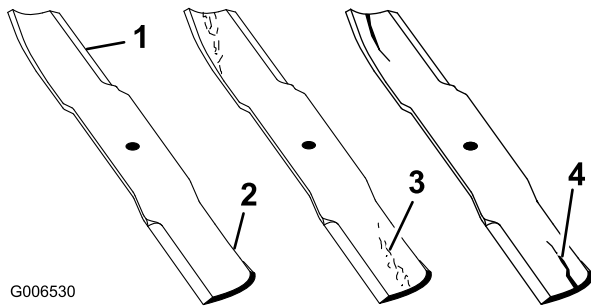

Bild 101
2. Prüfen Sie die Schnittkanten des Messers sorgfältig, insbesondere dort, wo die geraden Flächen die gebogenen berühren (Bild 101). Da Sand und anderes reibendes Material das Metall abschleifen kann, das die flachen und die gebogenen Teile verbindet, müssen Sie das Messer vor jedem Einsatz des Rasenmähers prüfen. Wenn Sie Abnutzungen (Bild 101) feststellen, sollten Sie das Messer auswechseln.
Wenn sich das Messer abwetzen kann, bildet sich ein Schlitz zwischen dem Windflügel und dem flachen Teil des Messers (Bild 101). Zuletzt kann sich ein Stück des Messers lösen und aus dem Gehäuse herausgeschleudert werden. Das kann zu schweren Verletzungen bei Ihnen selbst und Unbeteiligten führen.